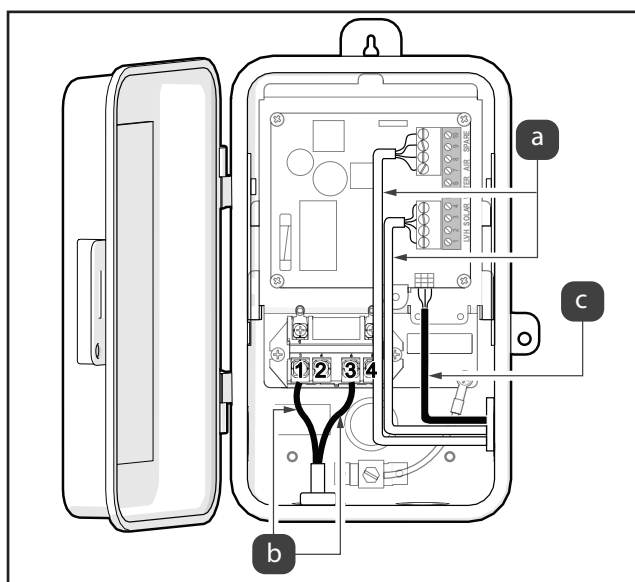

Figure 12. Version pour piscines seulement, connectez les entrées « Line » et les câble du JVA
2. Localisez les deux câbles d'alimentation d'entrée qui proviennent du disjoncteur, reportez-vous à la Figure 12 (a).
3. Branchez une entrée « Line » depuis la borne 1 et l'autre vers la borne 3, reportez-vous à la Figure 12 (b).
5. Branchez le câble du JVA, reportez-vous à la Figure 12 (c).